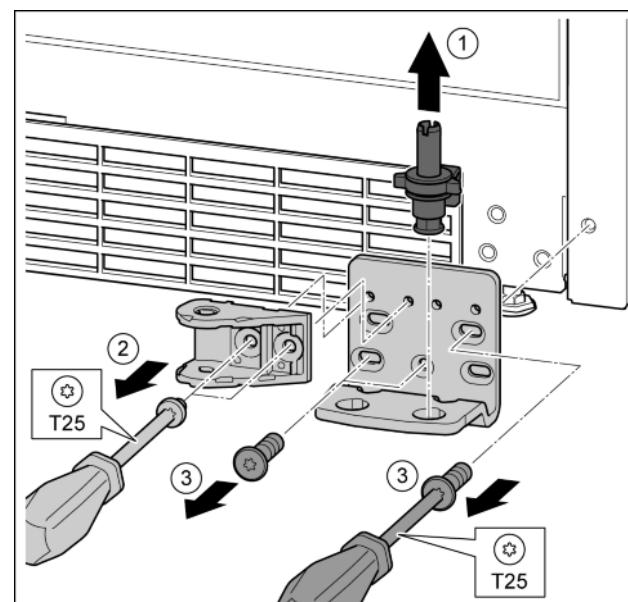

Fig. 31
- ▶ Опорный палец полностью извлечь движением вверх. Fig. 31 (1)
- ▶ Открутить винты отверткой T25 и снять соединительный элемент амортизатора закрывания дверей. Fig. 31 (2)
- Открутить винты отверткой T25 и снять опорный кронштейн. Fig. 31 (3)